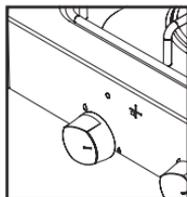

Fig. 11
1. Encienda el quemador y póngalo en la llama mínima. Ver Fig 11.